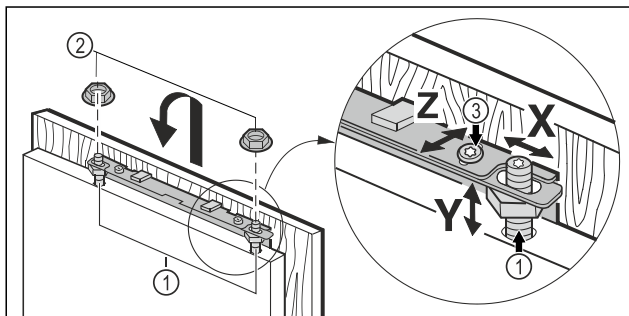

Fig. 46
- Agganciare la porta del mobile sui bulloni di registrazione Fig. 46 (1) e avvitare i controdadi Fig. 46 (2), senza serrarli, sui bulloni di registrazione.
- Allineare la porta del mobile all'altezza Y e all'inclinazione laterale: Regolare i bulloni di registrazione Fig. 46 (1) con un cacciavite.
- Serrare Fig. 46 (3) i controdadi.